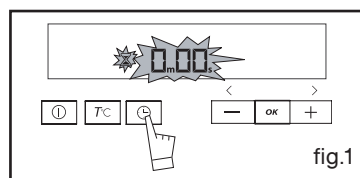

fig.1
- Prima 3 vezes o botão  (fig.1).